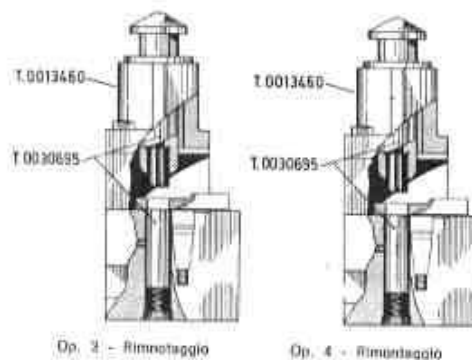

Fig. 41 - Rimontaggio albero motore
- 6) - Montare sul semialbero lato frizione il gruppo biella - bottone maggiorato; quindi montare il semialbero lato volano (ved. op. 3 e 4 di fig. 41).